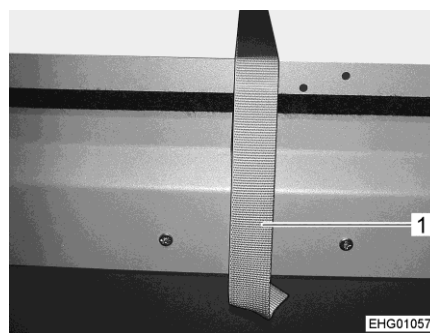

Fig. 56 Lengüeta de seguridad, placa de soporte trasera
■ Soltar la lengüeta de seguridad (Fig. 56,1).
- Retener la placa de soporte trasera con la lengüeta de seguridad (Fig. 56,1).